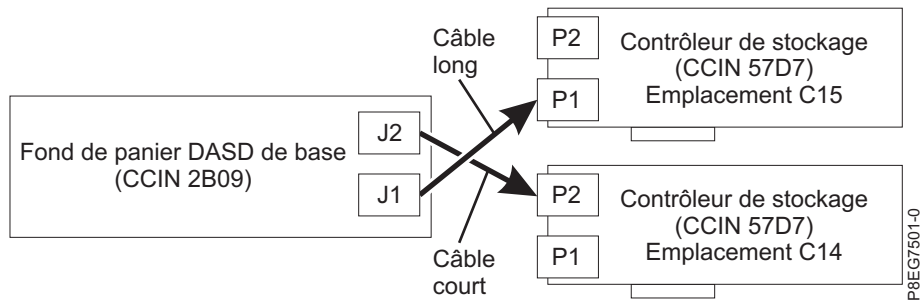

Figure 10. Reconnexion du câble SAS dans une configuration de disque partagé
- Si vous disposez de deux cartes PCIe3 x8 SAS RAID internes (CCIN 57D7, dispositif de disque partagé), le câble SAS court relie le connecteur de fond de panier d'unité de disque supérieur (J2) au connecteur P2 de la carte dans l'emplacement P1-C14. Le câble SAS long relie le connecteur de fond de panier d'unité de disque inférieur (J1) au connecteur P1 sur la carte dans l'emplacement P1-C15. Pour plus d'informations, voir figure 10, à la page 11.